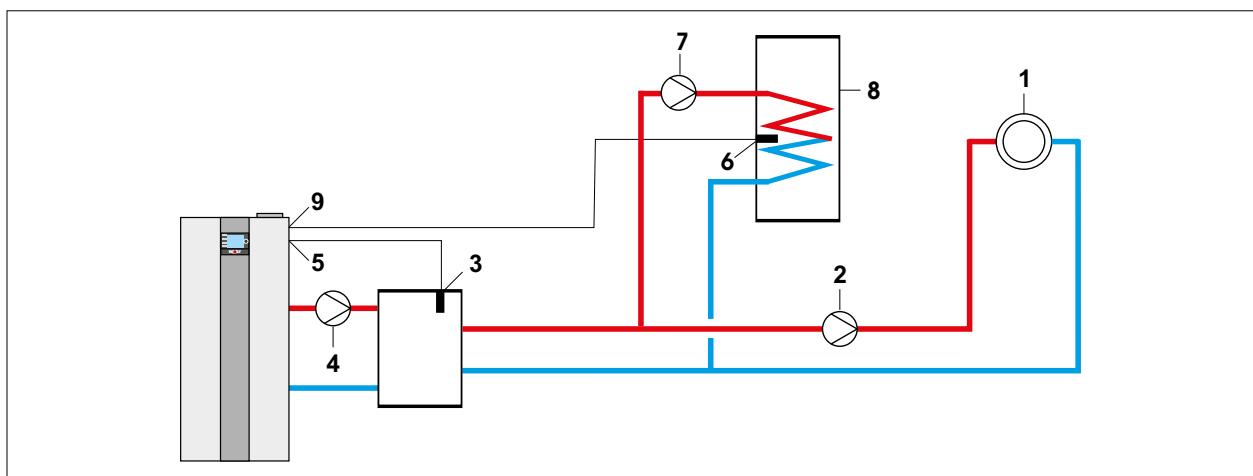

Abb. 12.11 Anlagenkonfiguration 12 - Hydraulische Weiche mit Sammlerfühler
- Abb. 12.11 Anlagenkonfiguration 12 - Hydraulische Weise mit Sammleranf.: